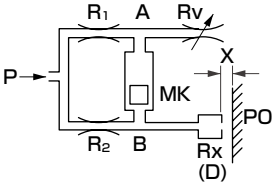

図 3
- これを図示すれば、図1・2および図3のように、電気回路の固定抵抗 $R_1 \cdot R_2$ は空気回路の固定オリフィス $R_1 \cdot R_2$ に相当し、電気回路の可変抵抗 $R_v \cdot R_x$ は、空気回路の可変オリフィス R_v とノズル～供試体間の距離 X の変化によって生じる空気抵抗 R_x に相当します。